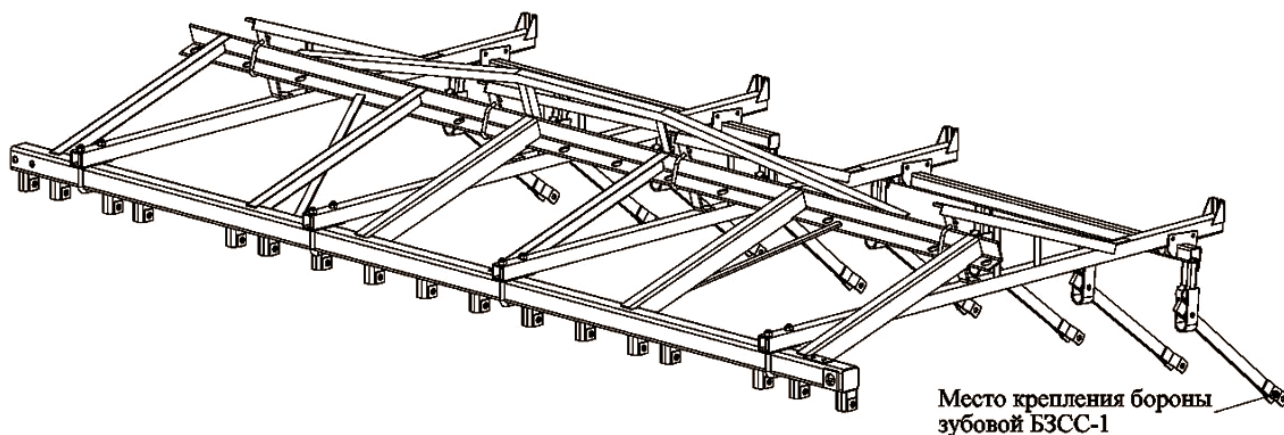

Рис.7
3.6. Приспособление для навески борон предназначено для соединения зубчатых борон БЗСС-1. (рис.7)